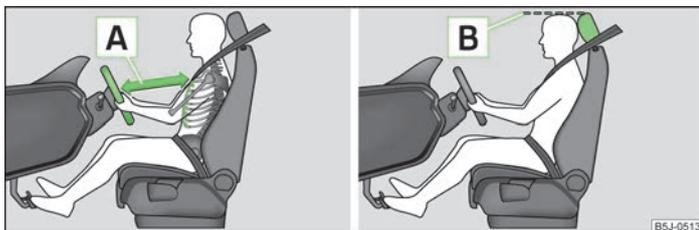

Fig. 110 Distancia correcta del conductor al volante/Ajuste correcto del reposacabezas
- Ajustar el volante de tal modo, que la distancia **A** » fig. 110 entre el volante y el estornón sea, como mínimo, de 25 cm.
- Ajustar el reposacabezas de tal modo, que el borde superior **B** del mismo se encuentre dentro de lo posible a la misma altura que la parte superior de su cabeza » fig. 110 de la página 127.
- Ajustar el reposacabezas de tal modo, que el borde superior del mismo se encuentre de ser posible a la misma altura que la parte superior de la cabeza **B** » fig. 110 de la página 127.